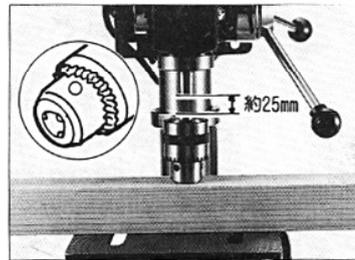

図6-2
(2) チャックは、⑰チャックハンドルで全開に開いて下さい。テーブルの上に角材を置き、その上にチャックをのせて、スピンドルシャフトとの間が25mm位になるようにテーブルを調節して下さい。図6-2